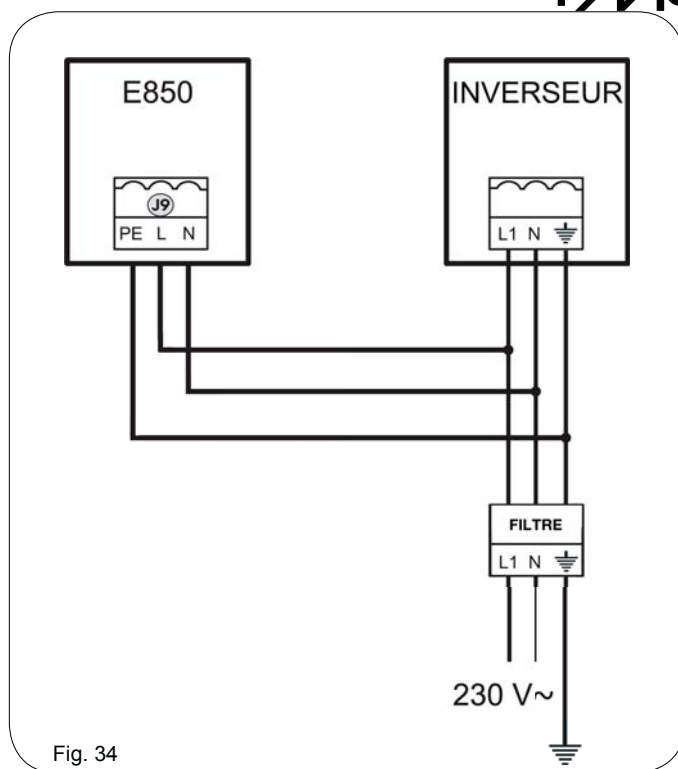

Fig. 34
**11.4.5 BORNIER J9 - ALIMENTATION (FIG. 34)**